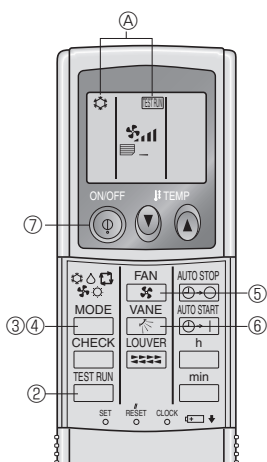

Fig. 7-5
7.2.2. Za pomocą bezprzewodowego pilota zdalnego sterowania (Fig. 7-5)